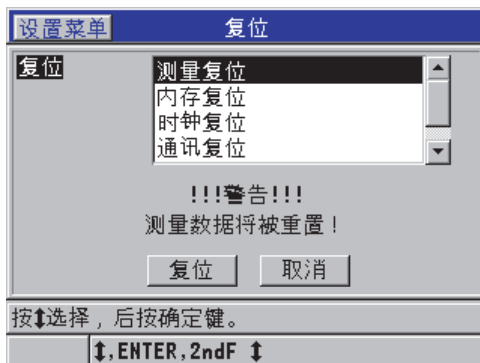

图 12-1 激活复位功能
2. 在**复位**屏幕中（参见第 196 页的图 12-1）：